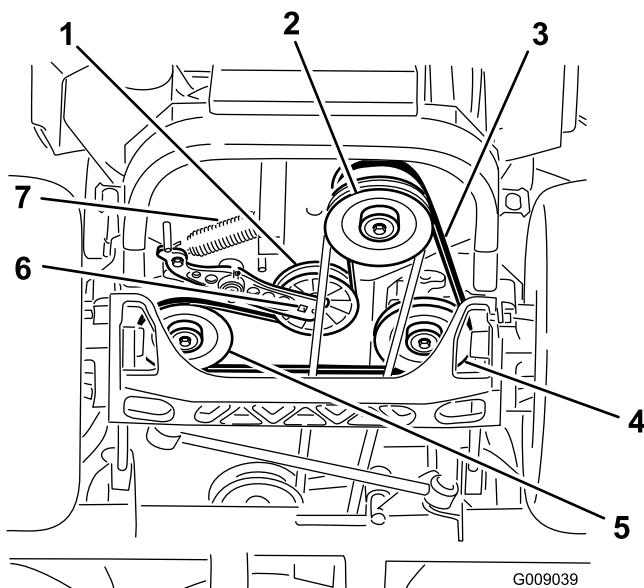

Figura 88
5. Utilize uma lingueta no orifício quadrado no braço intermédio para retirar a mola intermédia (Figura 88).
6. Desengate a mola intermédia da estrutura (Figura 88).
9. Utilize uma lingueta no orifício quadrado no braço intermédio; coloque a mola intermédia na estrutura (Figura 88).
4. Eleve a máquina e apoie-a (Figura 88).